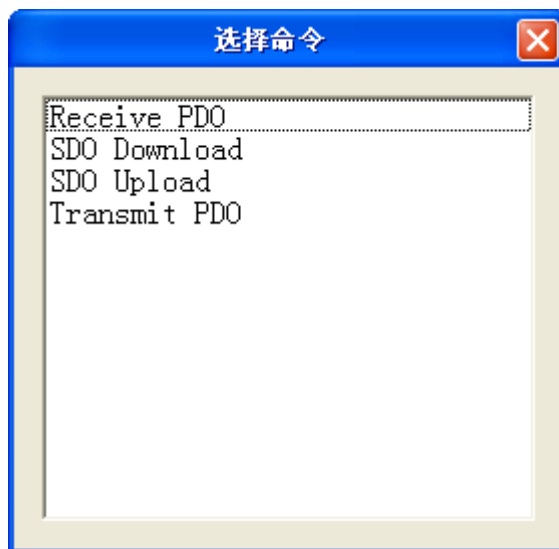

图10：选择命令对话框
3) 增加命令操作：在节点上单击鼠标左键，然后执行增加命令操作，为该节点添加命令。弹出如下选择命令对话框，供用户选择，如图10所示：